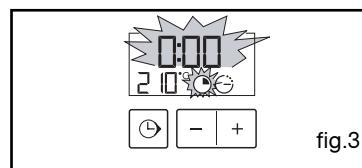

fig.3
- o indicador de duração de cozedura e 0:00 piscam (fig. 3).